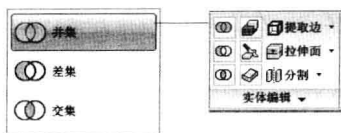

图 9-1-6
(8) 在“实体编辑”面板中单击“并集”按钮，如图 9-1-6 所示，选择汉字曲线拉伸的实体，按 Enter 键，将其合并为一个实体。